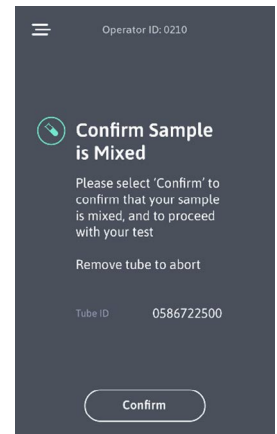

Figura 13
2. Seleccione «Confirmar» en la pantalla táctil para confirmar que la muestra se ha mezclado adecuadamente antes de insertarla (Figura 13).